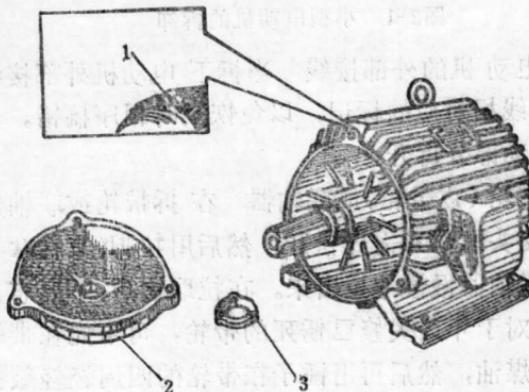

图2-3 端盖的拆除
4. 拆下轴承盖和端盖 应先拆下后轴承外盖（有些小容量电动机采用半封闭轴承，没有轴承端盖），再旋下后端盖的紧固螺钉，然后，将前端盖的紧固螺钉拆下。为组装时便于校正，在端盖与机座的接缝处要作好标记，见图2-3。两个端盖的记号应有所区别，以免装配时弄错，耽误工时。